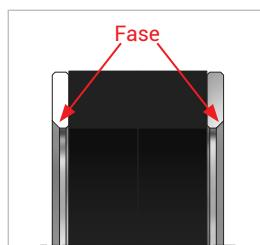

Abbildung 8
**Achtung:** Beachten Sie die Fasen an der Unterlegscheiben. Die Unterlegscheiben müssen so eingebaut werden, dass die Fasen von der/den Frontdichtung(en) abgewandt sind (Abbildung 8).